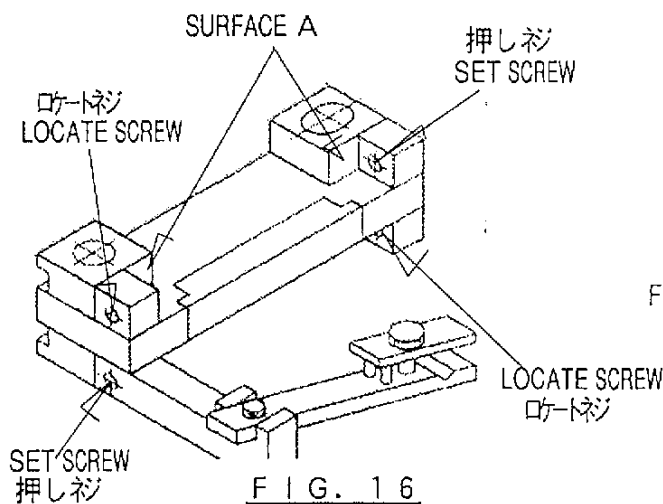

FIG. 16
- ①シャブレードの取付ネジを外し、押しネジをゆるめてシャブレードを取り外す。
- ②新しいシャブレードを仮止めする。
- ③押しネジを回し、シャブレードがロケートネジに当たるようにする。
- ④シャブレードがA面に当たるように押しながら取付ネジを締める。
- ①Remove the shear blade by removing mount screws and loosen the Set Screw.(FIG.16)
- ②Screw the shear blade to the fixture base. Screw loosely at this point of ass'y.
- ③Turn the set screw until the shear blade touched the locate screw.
- ④Make certain surface of the shear blade contact surface A of the fixture base when screw it.